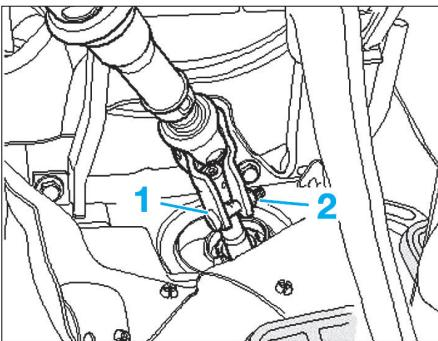

Fig. 6
- Déposer la vis (1) et l'écrou (2) (Fig.6).
- la vis (1) et l'écrou (2) (**Fig.6**),